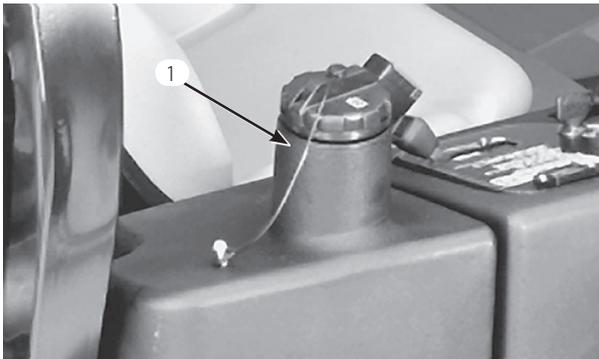

図 52
2. スプリングの端を前側に押し下げてブラケットから外し、スプリングのテンションをなくす (図52)。
3. タンク (図52) に油圧オイルを入れる。容量は約 13.2 リットル; 18ページの油圧系統を点検する」を参照。